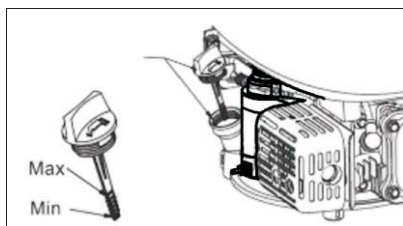

Fig. 7
2. Rimuovere il tappo dell'olio con la sua asta graduata (8) e pulirla con uno straccio.
3. Reinserrire l'asta graduata (8) nell'apertura senza avvitare il tappo, quindi rimuoverla per controllare il livello dell'olio.
4. Nel caso il livello sia inferiore al segno di minimo, rimuovere il tappo (8) e rimboccare con l'olio consigliato fino a raggiungere il segno di livello massimo (in basso sul collo del serbatoio dell'olio), senza eccederlo.
5. Richiudere bene il tappo (8). (vedi Fig. 7)